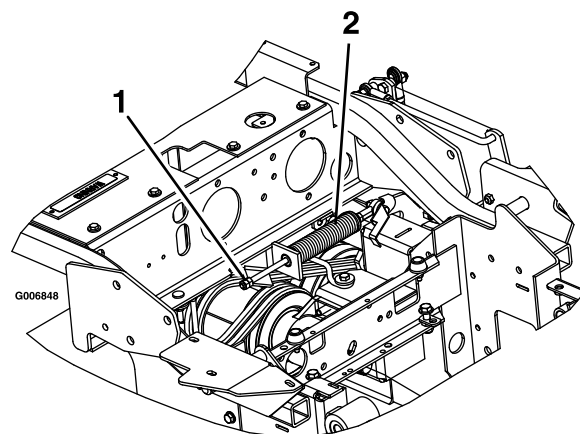

Figura 68
3. Localize a mola do travão e enrosque as duas porcas de retenção para o fundo da barra da mola do travão (Figura 68).